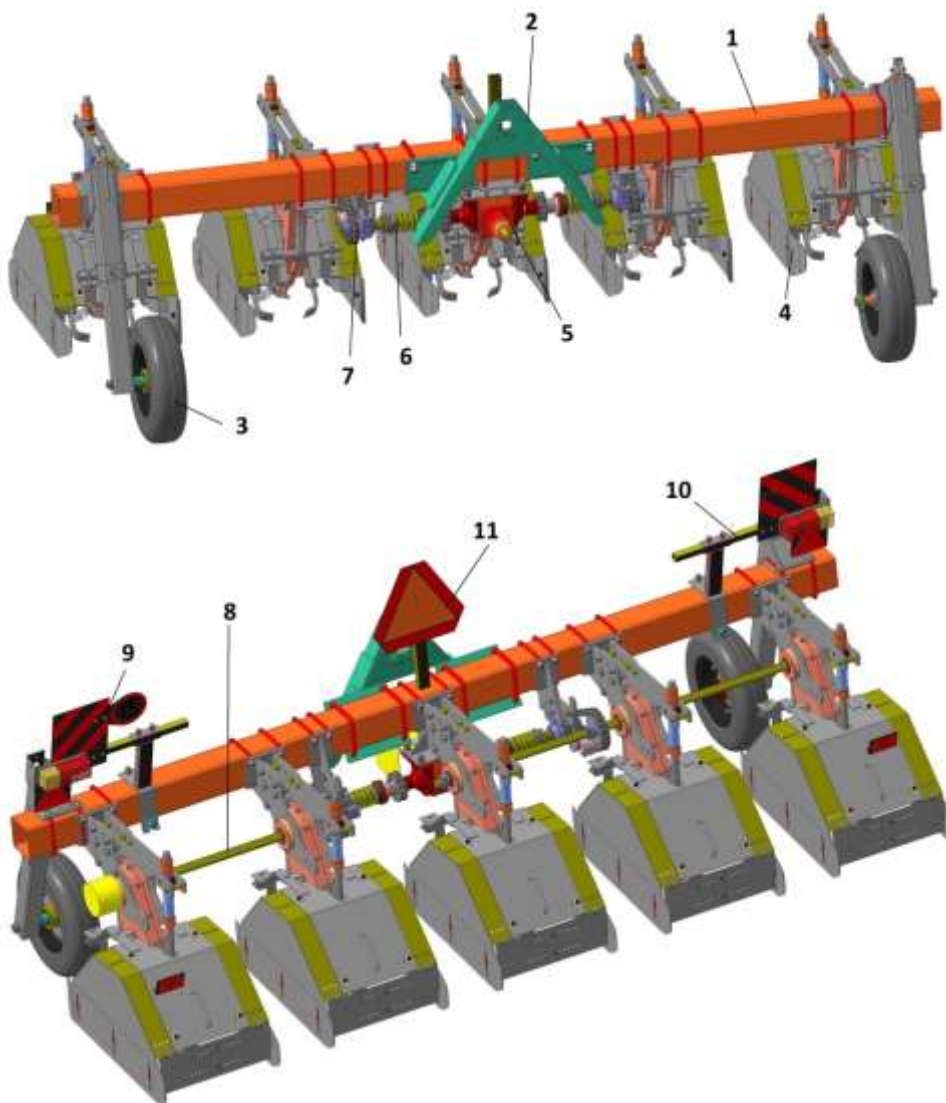

Рисунок 4 – Культиватор фрезерный КФ-3,0
3.2 Культиватор фрезерный (рис. 4) состоит из рамы 1, на которую крепятся основные узлы: навесное устройство для автосцепки 2, опорные колеса 3 с винтовой регулировкой, секции рабочих органов 4 (фрезы).